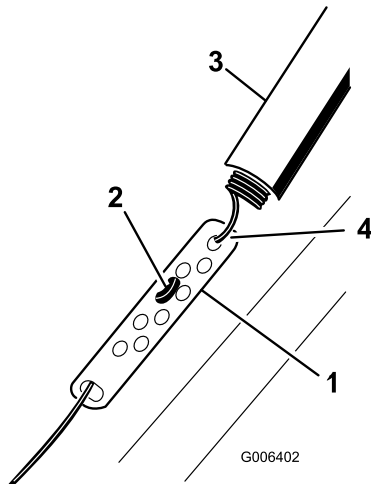

Figure 25
1. Remontez la protection du ressort et décrochez le ressort de la biellette de réglage (Figure 25).